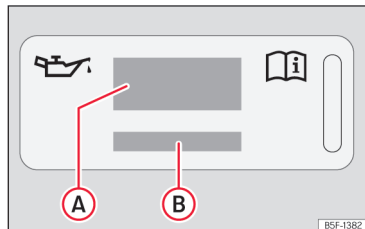
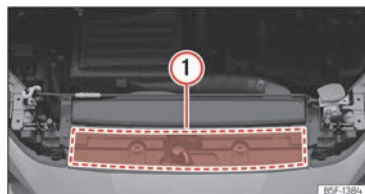

Abb. 174 Im Motorraum: Aufkleber mit Motoröl-Spezifikationen
Abb. 175 Im Motorraum: Position des Aufklebers mit Motoröl-Spezifikationen
Legende zur >>> (Abb. 174):
Wenn Motoröl nachgefüllt werden muss, ver-wenden Sie eines der auf dem Aufkleber ange-ggebenen Motoröle >>> (Abb. 174). Der Aufkleber mit der vorgeschriebenen Motoröl-Norm befin-det sich im vorderen Bereich des Motorraums >>> (Abb. 175) ①. Bei Verwendung des empfo-hlenen Motoröls kann das Motoröl so oft wie er-forderlich nachgefüllt werden.
- Wenn der Aufkleber mit den Motoröl-Spezifikationen »» (Abb. 174) fehlt, wenden Sie sich an einen Fachbetrieb.